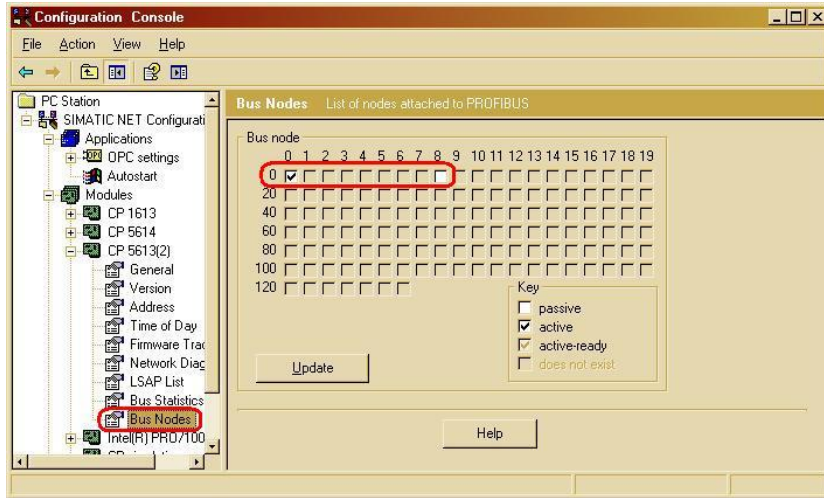

图 8
(F) 在 Cofiguration Console 中测试 PROFIBUS DP 的网络节点，如图 8 所示。